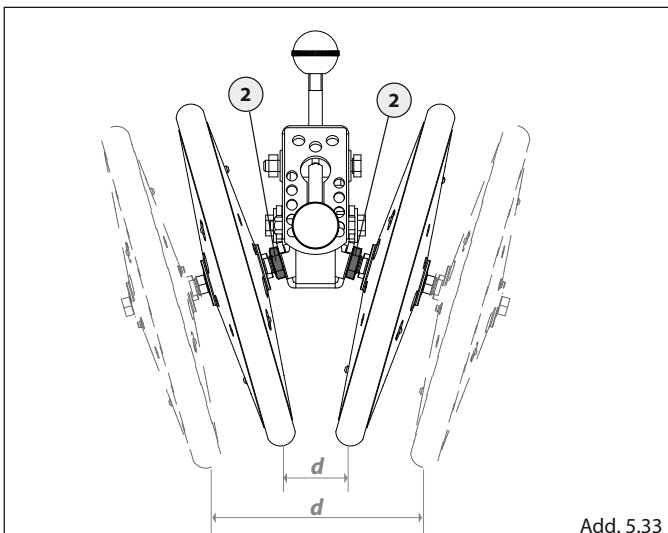

Abb. 5.33
Die Arbeit dieser Räder kann über deren Abstand d (Abb.5.33) von der Furchenachse, über den Druck (Abb.5.34), den diese auf den Boden ausüben, und deren Divergenz (Abb.5.35) eingestellt werden.
- Die Muttern **2** lösen. (Abb.5.33).
- Die Muttern **1** lösen, um den Abstand zwischen den Rädern zu erhöhen. (Abb.5.33).